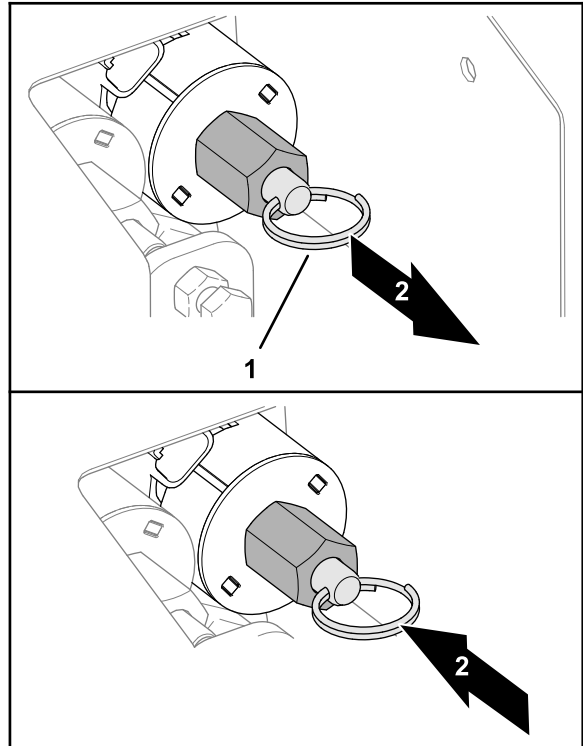

Bild 31
- Ziehen Sie am Ring an der Ventilstange, um den Füllkasten abzusenken (Bild 31).
- Drücken Sie den Ring an der Ventilstange hinein, um den Füllkasten anzuheben (Bild 31).